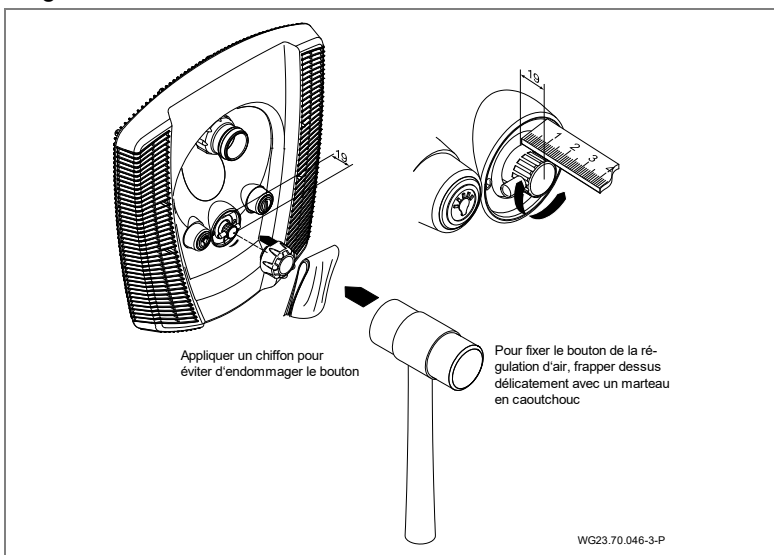

Fig. 19
8. Fixer le capuchon pour la régulation d'air. (Fig. 19)
9. Côté aspiration et côté refoulement, raccorder la pompe Jet (92) avec le demi-vissage (98, 99, 100), l'équerre en caoutchouc (79) et les pinces assorties (75) sur le boîtier de montage (1).